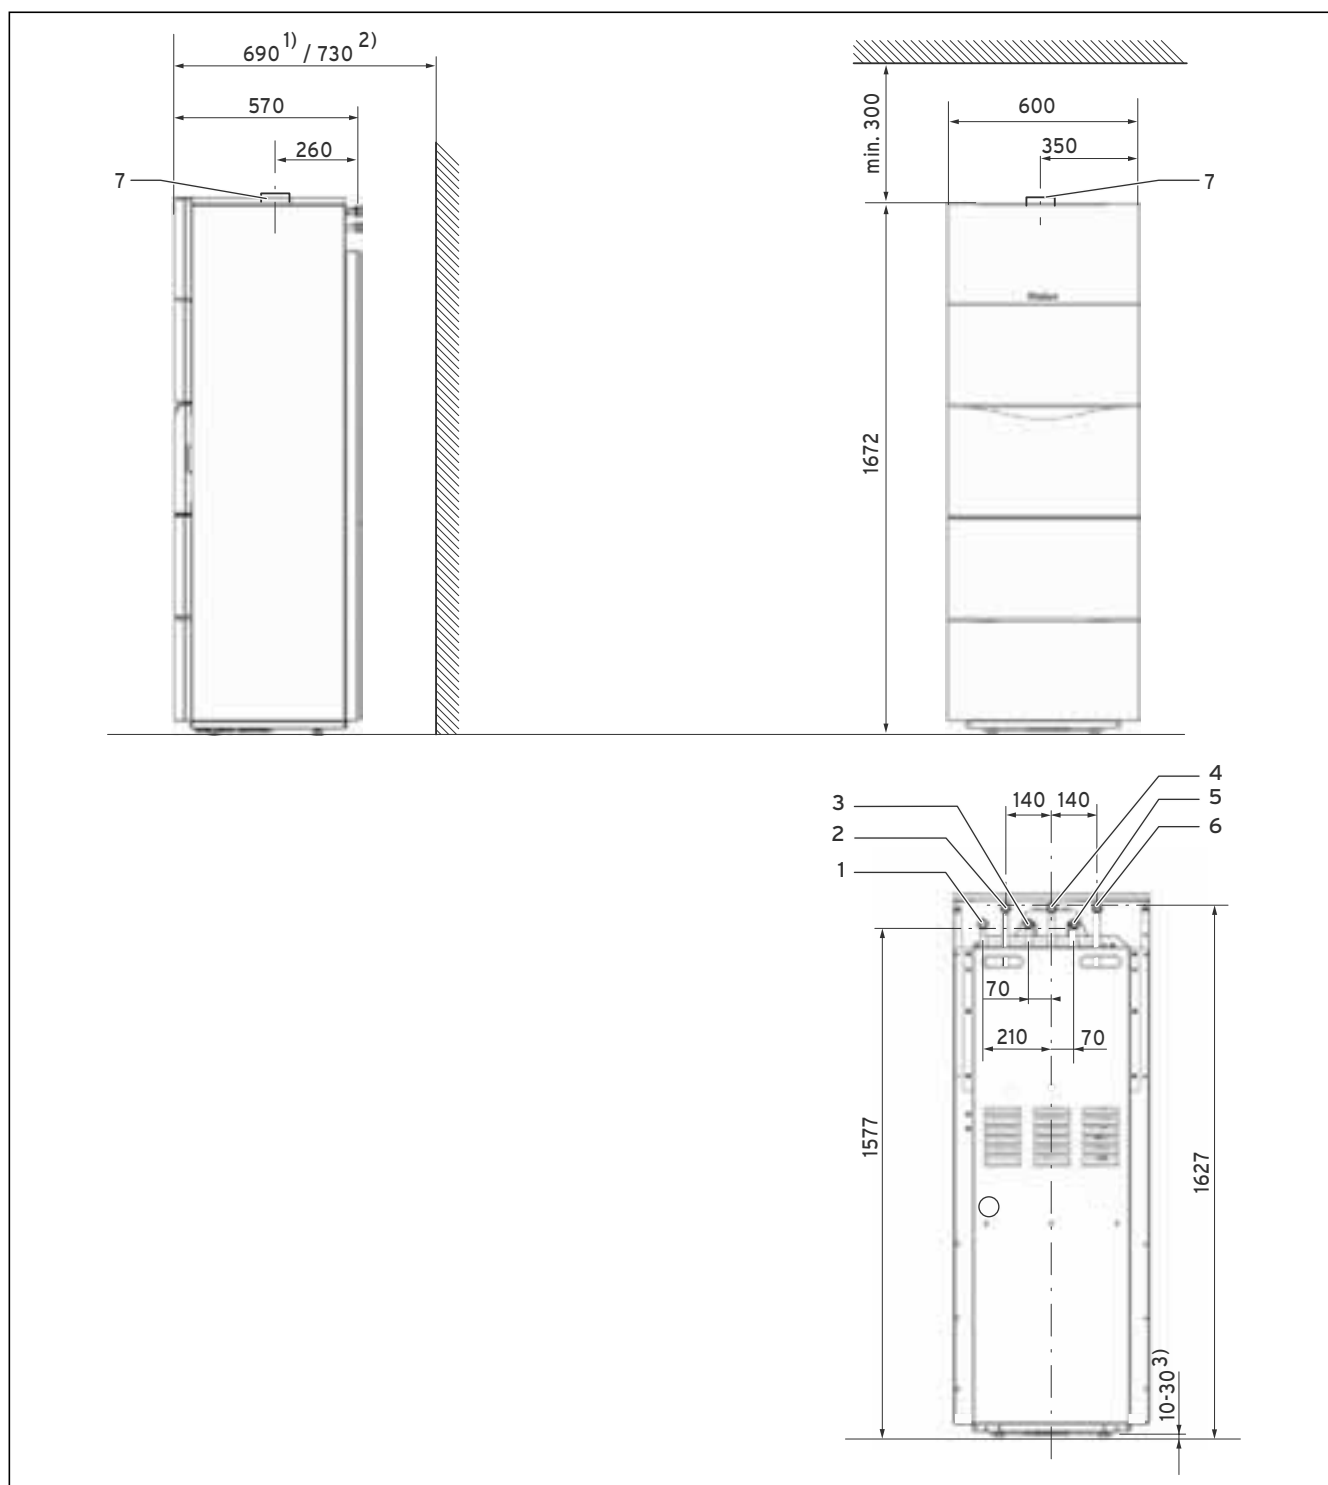

Рис. 4.7 Размеры в мм
- Привинтите, используя плоские уплотнения, газопровод к соединительному газовому штуцеру (2), (см. рис. 4.7). Чтобы не повредить газовую трубу, при затягивании резьбового соединения на поверхностях для ключа газовой трубы ее необходимо придерживать гаечным ключом. Для подсоединения газопровода установите ниппель с плоским уплотнением.
- Подсоедините подающую линию отопления к патрубку подающей линии отопления (5), (см. рис. 4.7).
- Подсоедините отводящую линию отопления к патрубку отводящей линии отопления (6), (см. рис. 4.7).
- Подсоедините патрубок горячей воды (ГВ) (4), (см. рис. 4.7).
- Подсоедините патрубок холодной воды (ХВ) (3) с соответствующими предохранительными устройствами, (см. рис. 4.7).
При необходимости к патрубку (1) можно подсоединить циркуляционный трубопровод, (см. рис. 4.7).